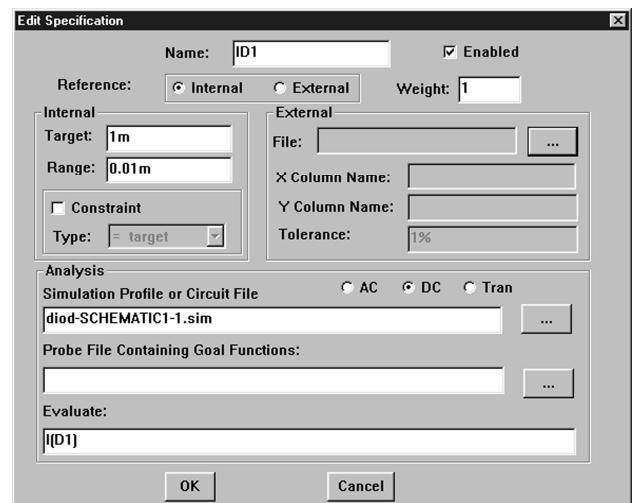

Рис. 5.5. Окно Edit Specification
6. Добавим глобальную целевую функцию, для чего в меню Edit данной программы выберем пункт Specifications. В появившемся окне нажмем кнопку Add, в результате чего появится окно Edit Specification, приведенное на рис. 5.5. Поля этого окна имеют следующие назначения:
Заполним поля окна Edit Specifications так, как показано на рис. 5.5; закроем это окно, нажав OK. После этого закроем окно Specifications с помощью кнопки Close.
7. Для того чтобы можно было запустить процесс оптимизации, необходимо соответствие между видом анализа, указанного в окне Edit Specification (см. рис. 5.5), и профилем моделирования в программе Capture. Для расчета схемы по постоянному току мы использовали режим Tran, поэтому необходимо: